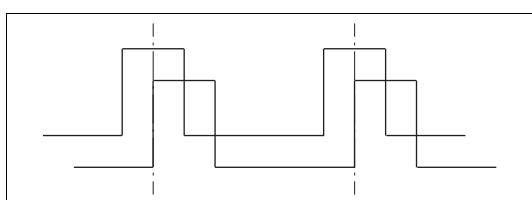
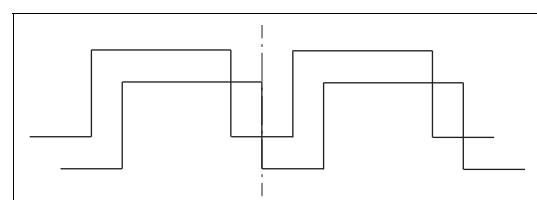

Abb. 23 Positive Last < 50%
Abb. 24 Positive Last > 50%
3. Oszilloskop anschließen: Draht weiß auf Kanal 1, Draht schwarz auf Kanal 2, Draht blau auf GND und -, Draht braun auf +. Impulsgebereinsatz **624.1** so weit herausdrehen, bis die Flanken der beiden Signale möglichst große zeitliche Abstände voneinander haben, siehe Abb. 23, Seite 37 und siehe Abb. 24, Seite 37.